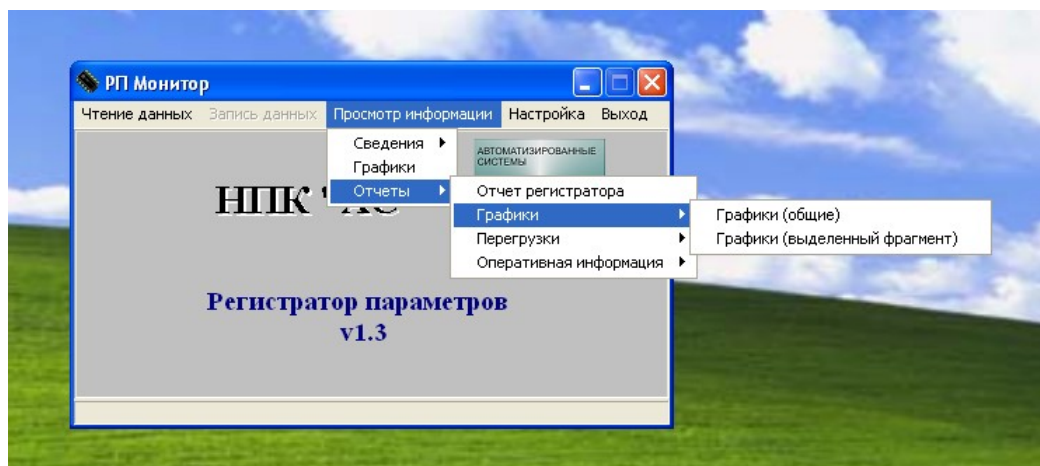
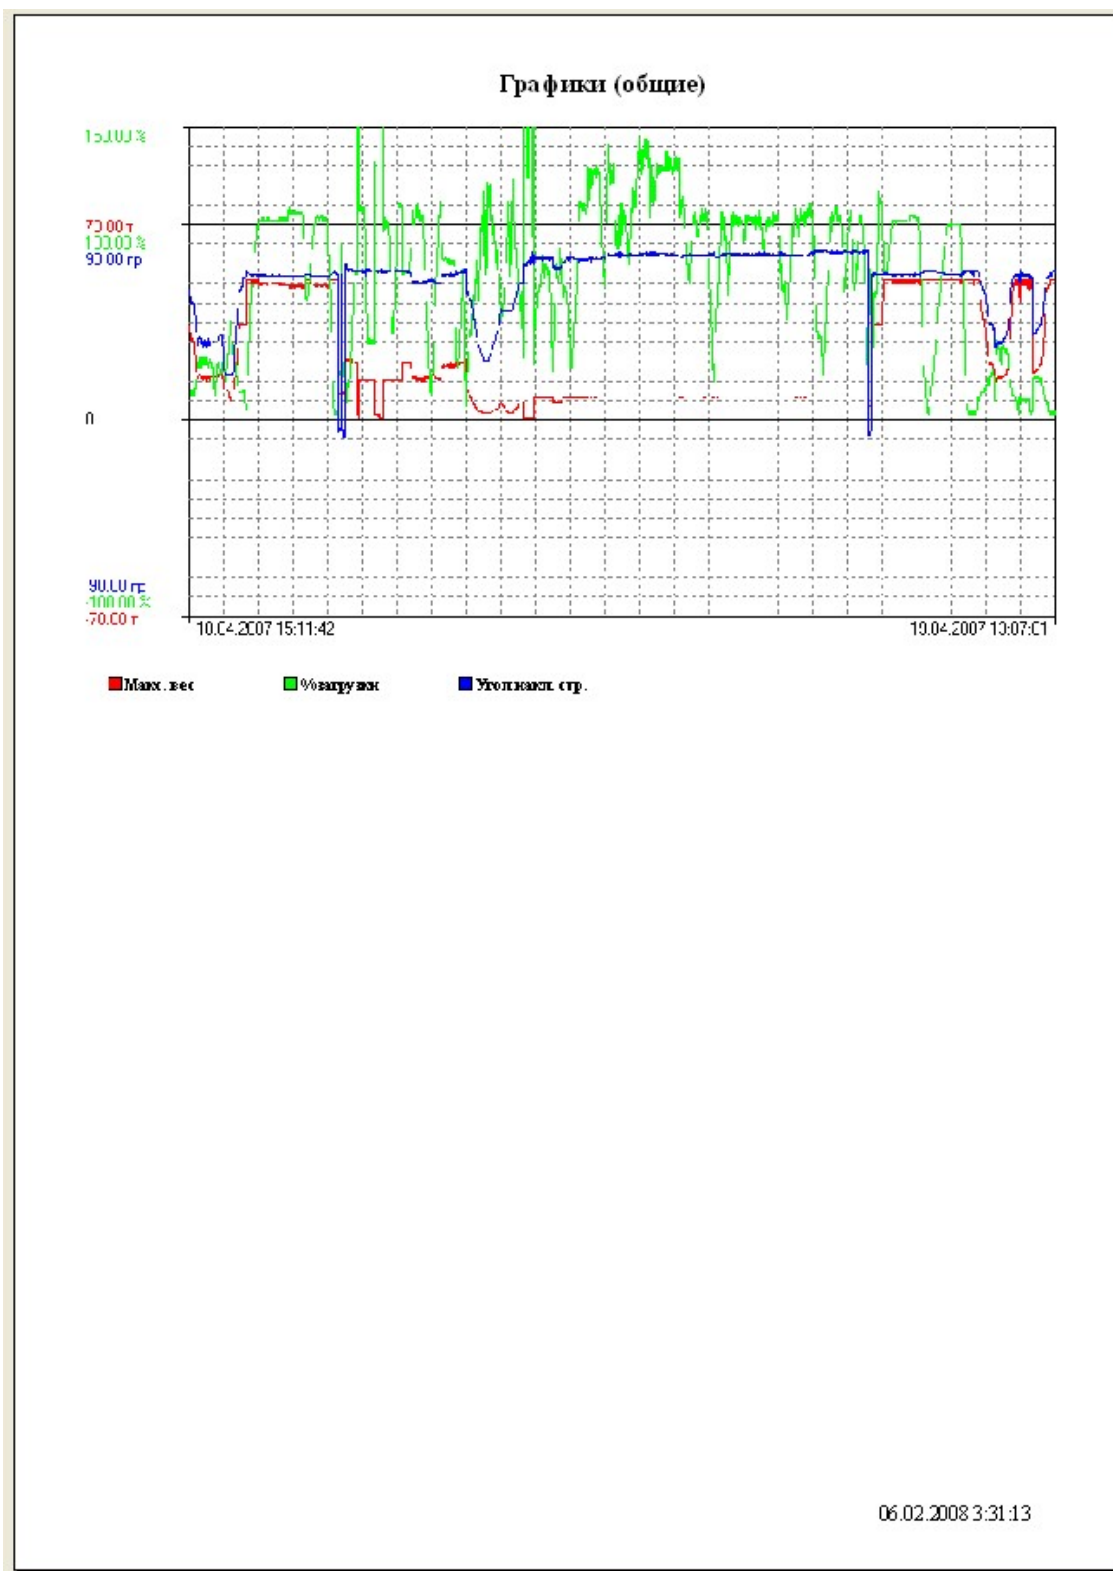
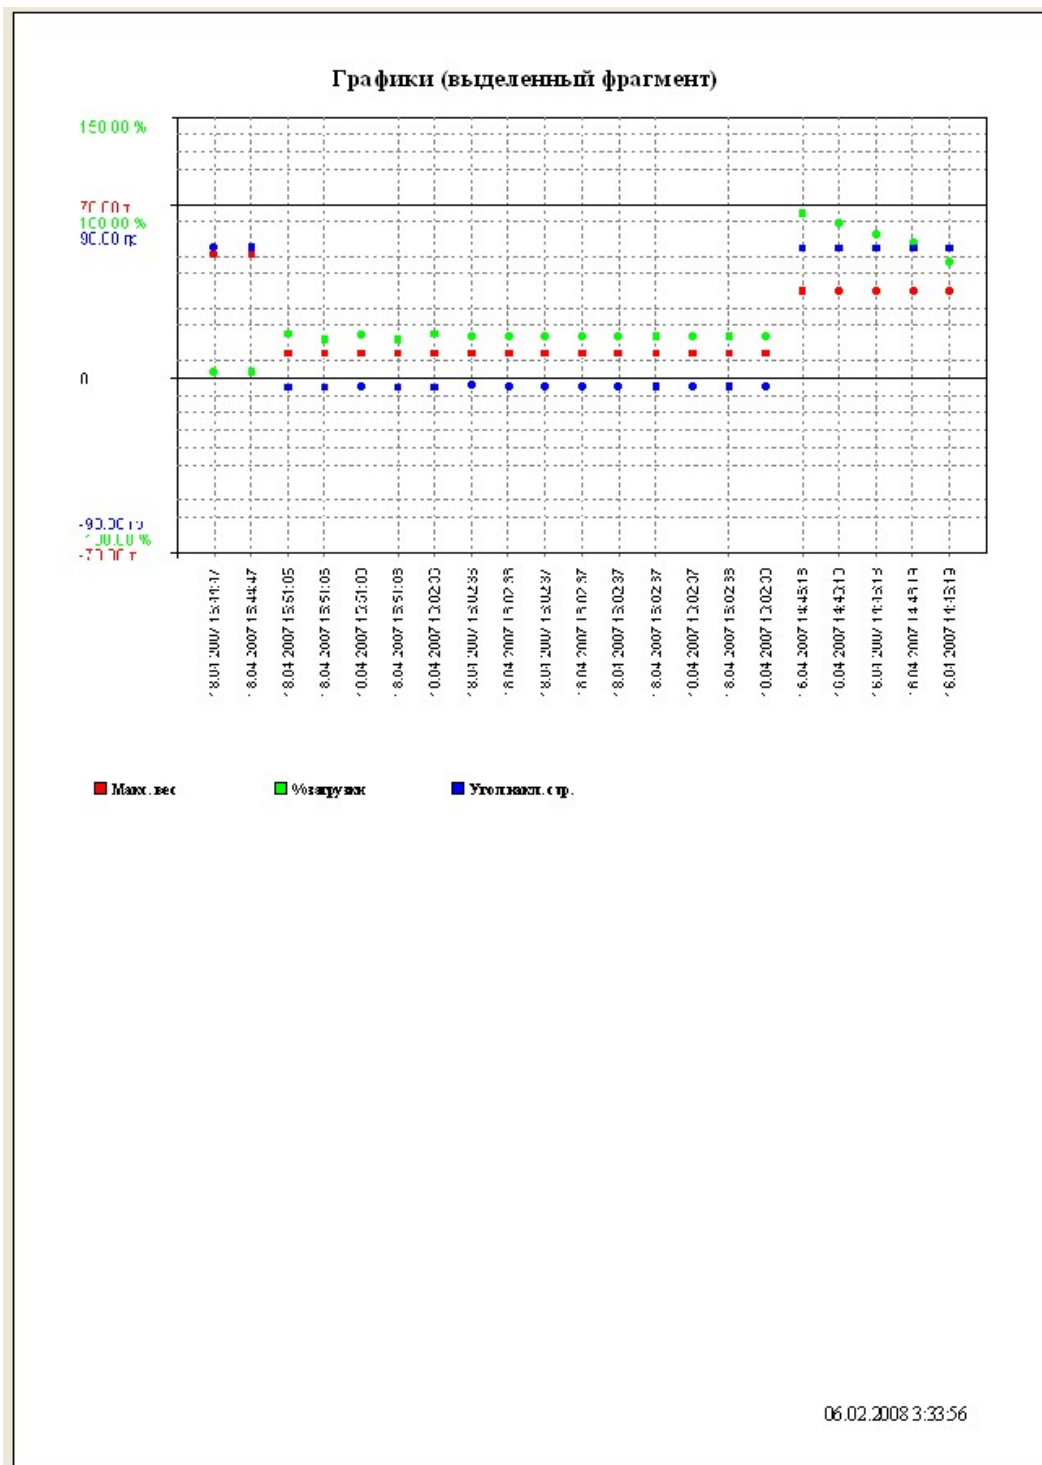

Рис.24
Рис.26. Полный графический отчет
Рис.27. Выделенный фрагмент графика
- Графики (как полностью, так и "увеличенный" фрагмент, Рис.24, Рис.26 и Рис.27).